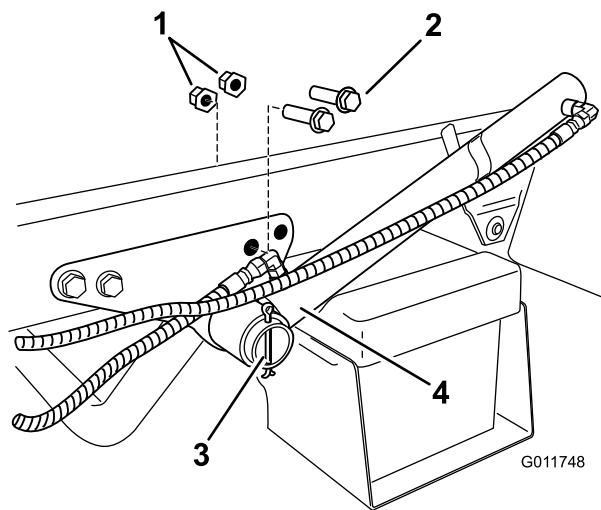

Figure 16
1. Repérez et retirez les deux boulons et écrous à embase arrière sur le support de vérin de levage (Figure 16). Conservez les fixations pour la repose.